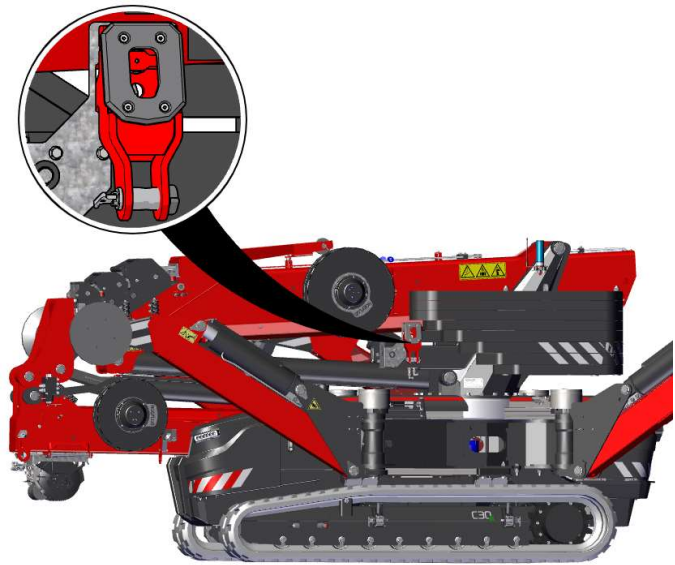

Abbildung 56
- Der Lasthaken-Adapter ist serienmäßig an der linken Seite des Krans in der Höhe der Säule gesichert (siehe Abbildung 56).